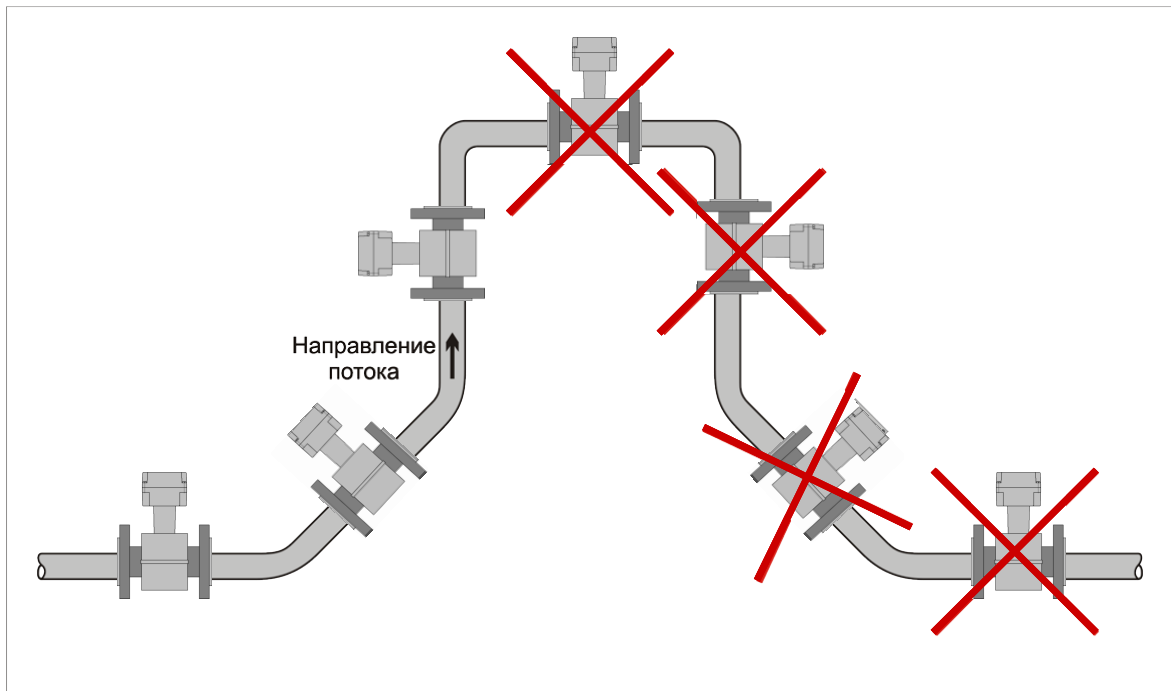

Рисунок 5 — Варианты установки первичного преобразователя (датчика) расхода
- первичный преобразователь (датчик) расхода ППР следует монтировать на трубопровод: горизонтальный, вертикальный или наклонный (но только на восходящем участке) при условии, что весь объём трубы первичного преобразователя в рабочих условиях заполнен измеряемой средой (рисунок 5), а линия электродов первичного преобразователя горизонтальна (рисунок 6);